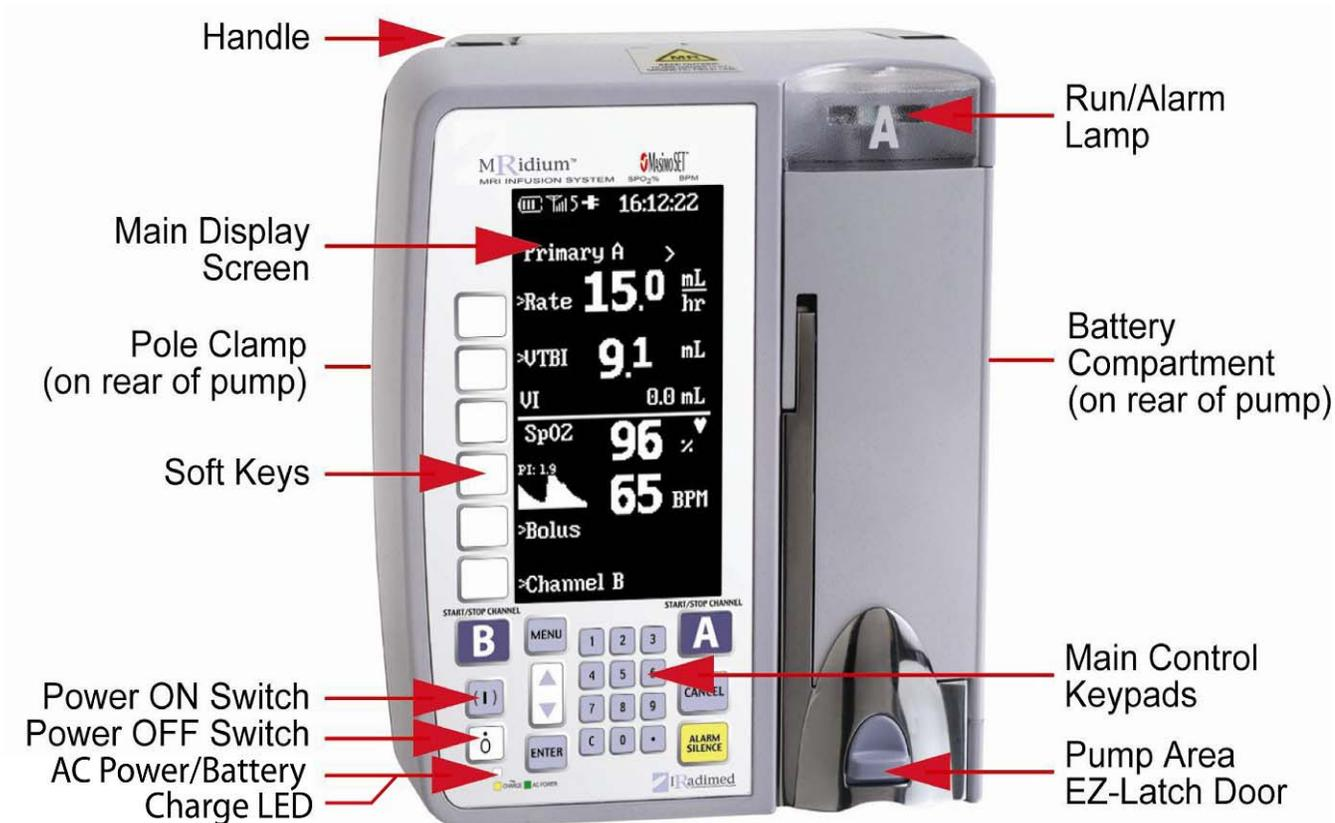

Figura 1-1. Parte anteriore della pompa
1.1.1 Parte anteriore della pompa. Vedere la Figura 1-1 per la posizione dei componenti principali presenti nella parte anteriore della pompa.